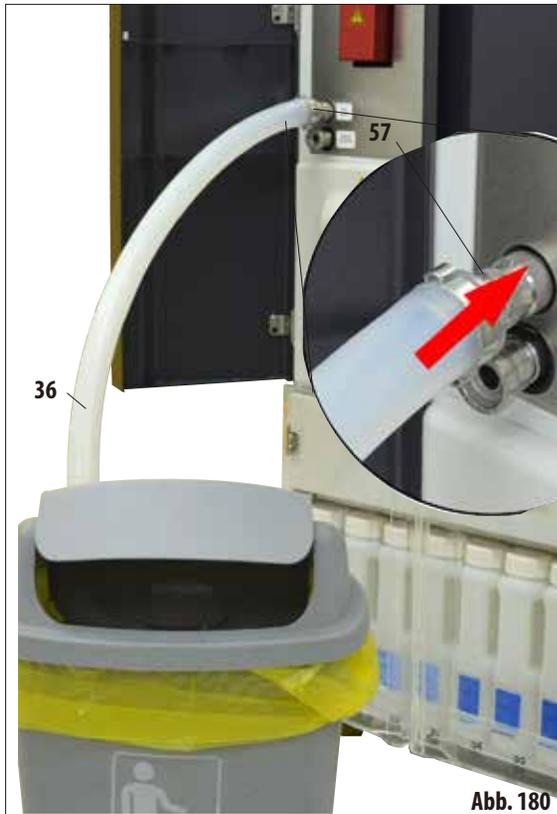

Abb. 180
- Den Paraffinablaufschlauch (36) an den Stutzen (57) vom Paraffinauslass an der Vorderseite des Gerätes anschließen und in einen Auffangbehälter führen (Abb. 180).